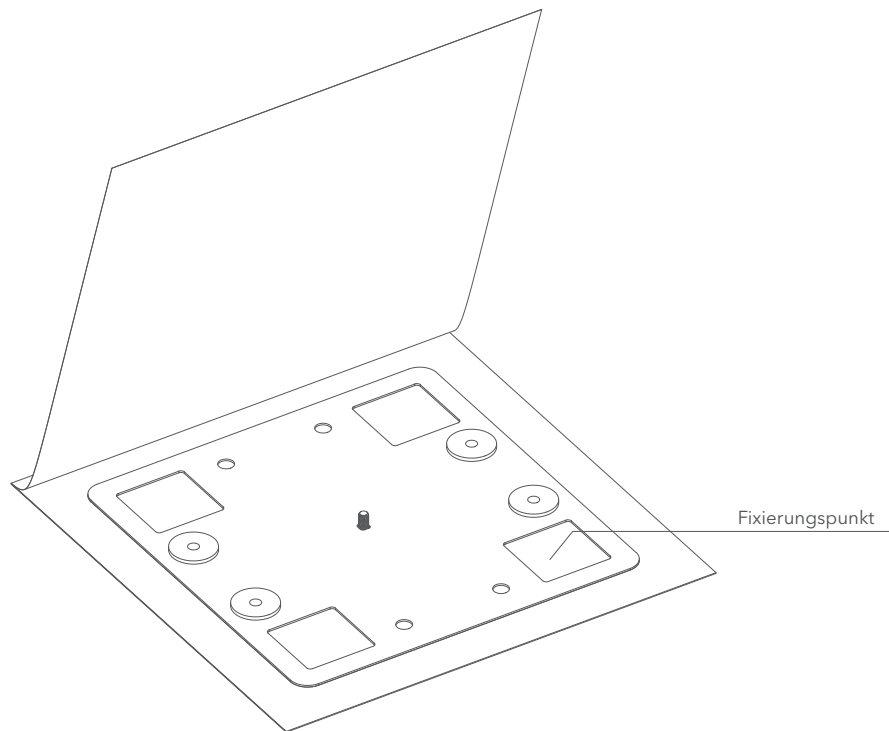

Abb. 4 Verschweißung der Membrane an den Befestigungspunkten
- 3** Schneiden Sie eine 510 x 510 mm große Membran aus. Bohren Sie die Löcher für die Befestigungsschrauben. Schweißen Sie die Membrane an den vier Befestigungspunkten und 50 mm um die gesamte Befestigungsplatte herum. (Abb. 4).